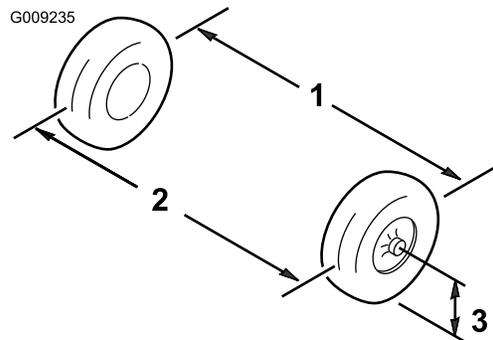

Figure 43
2. Mesurez la distance entre les roues avant à hauteur d'essieu, à l'avant et à l'arrière des roues (Figure 43).